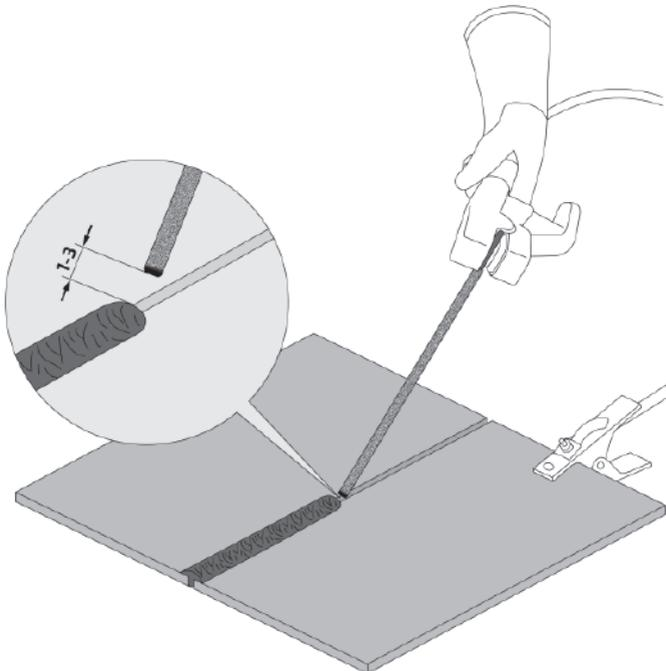

Рис. 12.3.1. Перед началом работы.
6. Начинайте сварочный процесс (см. рис. 12.3.1).
Перед началом работы не забудьте проверить следующее (см. рис. 12.3.1):